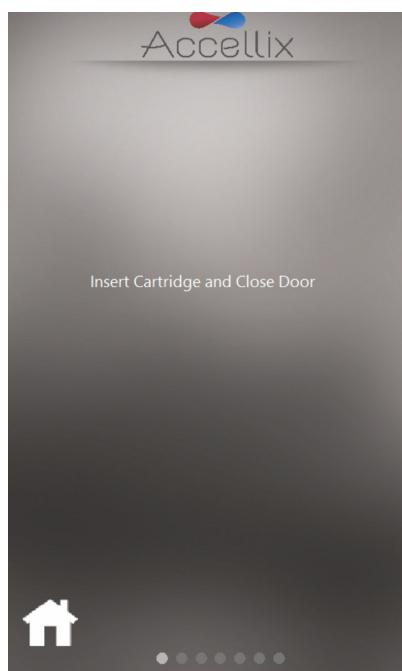

Abbildung 35: Bildschirm „Insert Cartridge“ (Kartusche einsetzen)
**Hinweis:** Ab diesem Zeitpunkt zeigt der hervorgehobene graue Punkt am unteren Rand des Bildschirms die aktuelle Phase des Assay-Laufs an. (Siehe Abbildung 35)
4. Wenn das Gerät Sie dazu auffordert (Abbildung 35), öffnen Sie die Klappe, indem Sie auf die rechte eingelassene Ecke auf der Vorderseite der Klappe drücken und diesen Bereich wieder loslassen. Setzen Sie nun die Kartusche in das Gerät ein, indem Sie sie mit dem oberen Griff nach unten drücken. Wenn die Kartusche eingesetzt ist, drücken Sie den Griff auf der rechten Seite noch ein wenig weiter nach unten, bis ein Klicken zu hören und zu spüren ist. Dies bestätigt, dass die Kartusche vollständig in die Kartuschenhandhabungseinheit (CHU) des Geräts eingesetzt wurde.